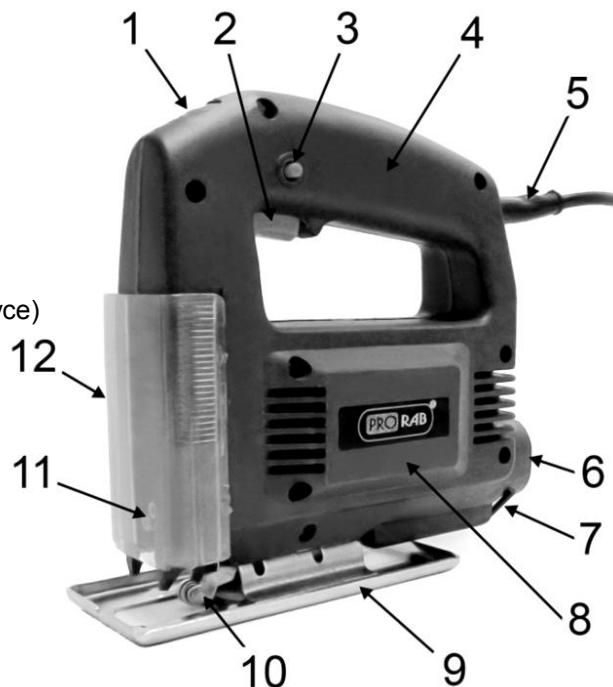
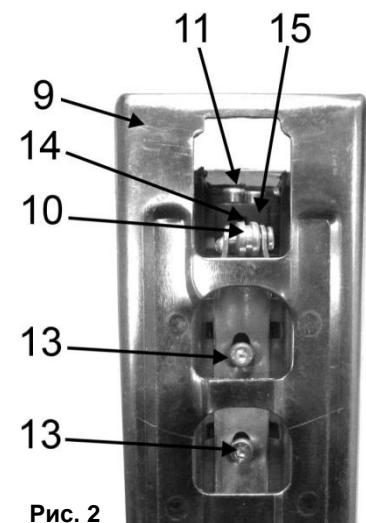

Рис. 1
Рис. 2
- Поднимите защитный экран лобзика (12)(См. Рис.1) вверх, для доступа к фиксатору пильного полотна.
- Ослабьте винты (11)(См. Рис. 1; 2) крепления пилкодержателя (15)(См. Рис.2), используя поставляемый в комплекте ключ-шестигранник (7)(См. Рис.1).
- Вставьте хвостовик пильного полотна в посадочное место (14)(См. Рис.2) до упора.
- Пильное полотно при установке также войдет в специальный паз на направляющем ролике (10)(См. Рис.1;2).
- Для включения лобзика нажмите пусковую клавишу (2)(См. Рис.1).
- Для выполнения продолжительных операций, при полностью нажатой пусковой клавише (2)(См. Рис.1) нажмите кнопку фиксации (3). После этого можно отпустить пусковую клавишу – лобзик будет работать в постоянном режиме.
- Регулятор управления скоростью хода (1)(См. Рис.1) применяется, чтобы установить требуемую скорость движения пильного полотна.
- Ослабьте винты фиксатора опорной подошвы (13)(См. Рис.2), используя ключ-шестигранник.